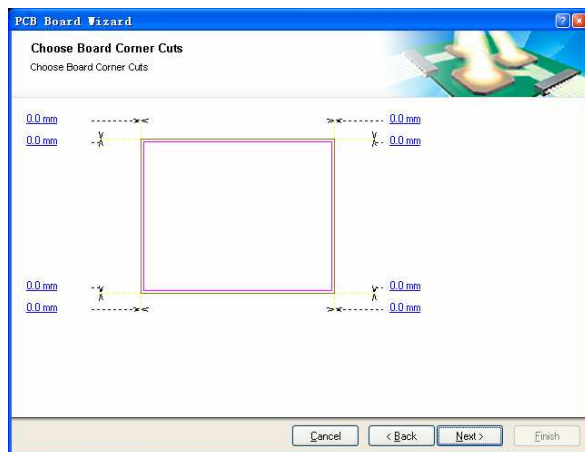

图 7.22 “Choose Board Corner Cuts” 页面
(6) 在“Choose Board Details” 页面中选择“Rectangular” 项，然后在“Board Size” 区域内设置“Width” 为 120mm，“Height” 为“80” mm，设置“Keep Out Distance From Board Edge” 为 2mm，选中“Corner Cutoff” 复选项和“Inner Cutoff” 复选项，其它选项按照系统默认设置，单击“Next” 按钮，显示如图 7.22 所示的“Choose Board Corner Cuts” 页面。